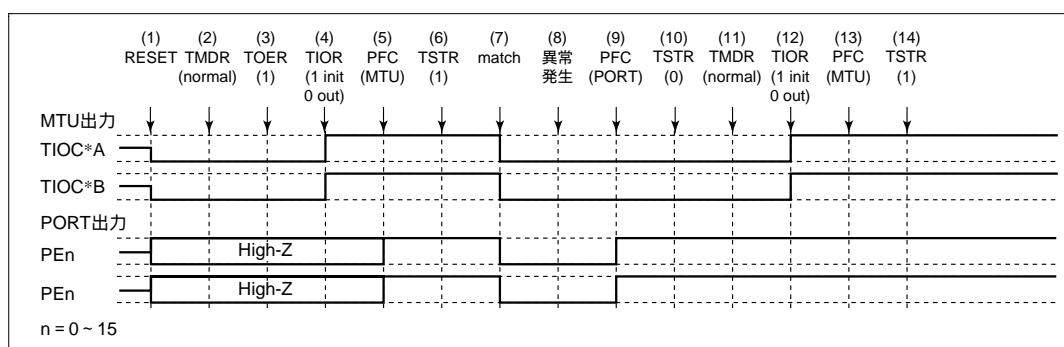

図 12.96 ノーマルモードで異常が発生し、ノーマルモードで復帰する場合
ノーマルモードで異常が発生し、再設定後ノーマルモードで再スタートする場合の説明図を図 12.96 に示します。
- (1) ~ (10) は図 12.96 と共通です。
- (11) PWM モード 1 を設定します。
- (12) TIOR で端子を初期化してください (PWM モード 1 では TIOC*B 側は初期化されません。初期化したい場合はノーマルモードで初期化した後、PWM モード 1 に遷移してください)。
- (13) PFC で MTU 出力としてください。
- (14) TSTR で再スタートします。
(1) ~ (10) は図 12.96 と共通です。
(11) PWM モード 2 を設定します。
(12) TIOR で端子を初期化してください (PWM モード 2 では周期レジスタの端子は初期化されません。初期化したい場合にはノーマルモードで初期化した後 PWM モード 2 に遷移してください)。
(13) PFC で MTU 出力としてください。
(14) TSTR で再スタートします。
- (11) 位相計数モードを設定します。
- (12) TIOR で端子を初期化してください。
- (11) TIOR でノーマルモードの波形生成部を初期化してください。
- (12) TIOR でノーマルモードの波形生成部の動作を禁止してください。
- (13) TOER でチャンネル 3、4 の出力を禁止してください。
- (14) TOCR で相補 PWM の出力レベルと周期出力の許可禁止を選択してください。
- (15) 相補 PWM を設定します。
- (16) TOER でチャンネル 3、4 の出力を許可してください。
- (17) PFC で MTU 出力としてください。
- (18) TSTR で再スタートします。